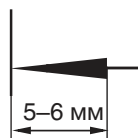

Рис. 30. Изображения стрелки на чертеже
- ♦ Размерная линия с обеих сторон ограничена стрелками (В) (рис. 30).